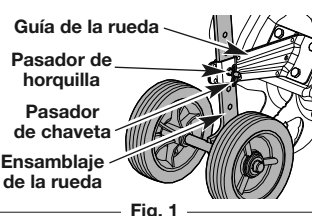

Fig. 1
1. Inserte el ensamblaje de la rueda dentro de la guía de la rueda. La sección curvada en forma de J del ensamblaje de la rueda debe apuntar hacia afuera de la unidad (Fig. 1).
2. Alinee el orificio de la guía de la rueda con el orificio correspondiente del ensamblaje de la rueda (Fig. 1).
3. Coloque el pasador de horquilla a través de los orificios alineados (Fig. 1).
4. Inserte el pasador de chaveta en el pasador de horquilla (Fig. 1).
1. Quite el pasador de chaveta del pasador de horquilla (Fig. 1).
2. Quite el pasador de horquilla de la guía y el ensamblaje de la rueda (Fig. 1).
3. Alinee el orificio de la guía de la rueda con el orificio correspondiente del ensamblaje de la rueda (Fig. 1).
4. Coloque el pasador de horquilla a través de los orificios alineados (Fig. 1).
5. Inserte el pasador de chaveta en el pasador de horquilla (Fig. 1).